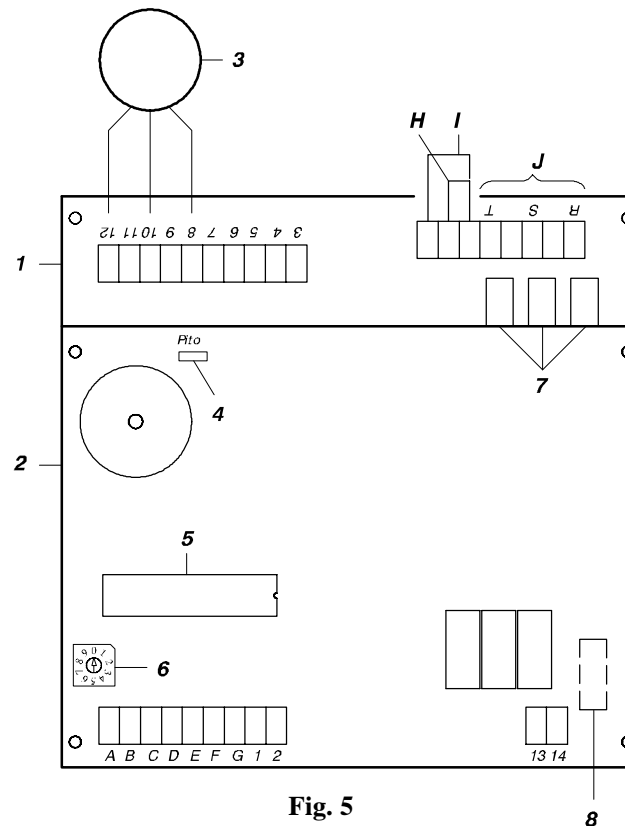

Fig. 5
- 2- Fazer uma ponte entre A e B (Fig. 5) e comprovar que abre. Se não for assim, desligar a tensão e inverter os cabos do motor situados entre os bornes 8 e 10
- Drehen Sie die Abdeckung 180° um die eigene Achse, sodass die Oberseite nach unten zeigt, und hängen Sie sie an den vorher gelockerten Schrauben "A" auf (Abb. 4). So werden die Installationskomponenten (Abb. 5) hervorragend sichtbar und der elektrische Anschluss des Antriebs kann problemlos vorgenommen werden.
ELEKTRISCHER ANSCHLUSS (Abb. 5)